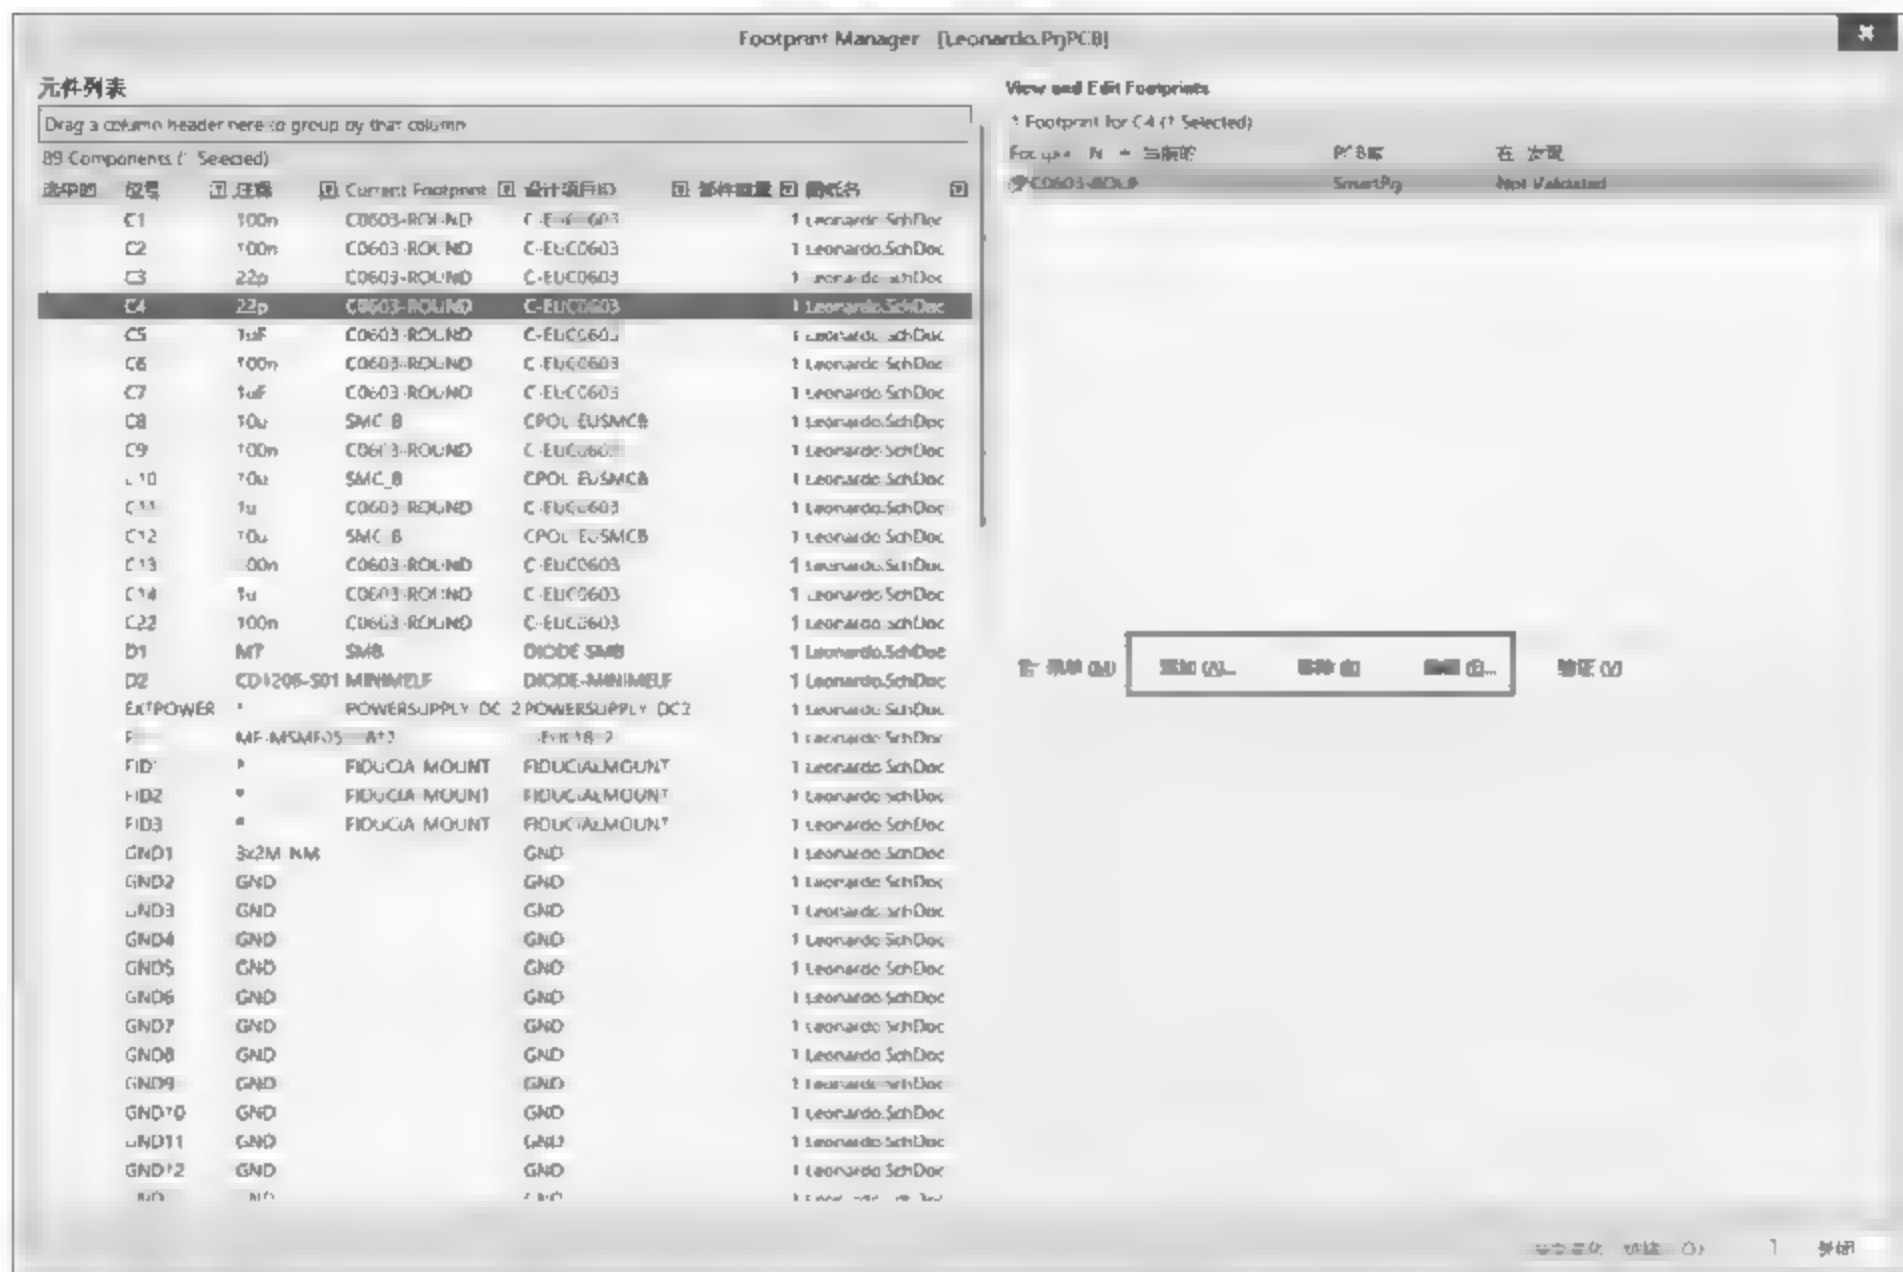

图 7-4 封装库的添加、删除与编辑
(1) 确认所有元件都有对应的封装,如果存在某些元件无对应的封装,在原理图更新到 PCB 步骤中,就会出现元件网络无法导入的问题。
(2) 在封装管理器中,可以对元件的封装进行增加、删除和编辑操作,使原理图元件与封装库中的封装匹配上,如图 7-4 所示。
(3) 选择好对应的封装后,单击“确定”按钮,然后单击“接受变化(创建 ECO)”按钮,在弹出的“工程变更”对话框中单击“执行变更”按钮,完成封装库匹配。